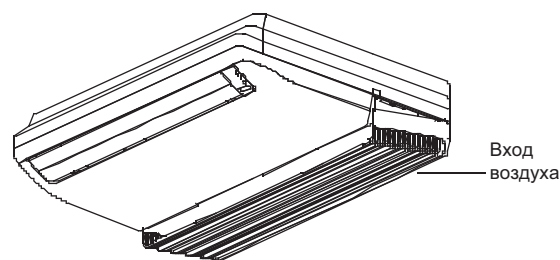

Рис. 6-1
1. Снимите воздухозаборную решетку (рис.6-1).